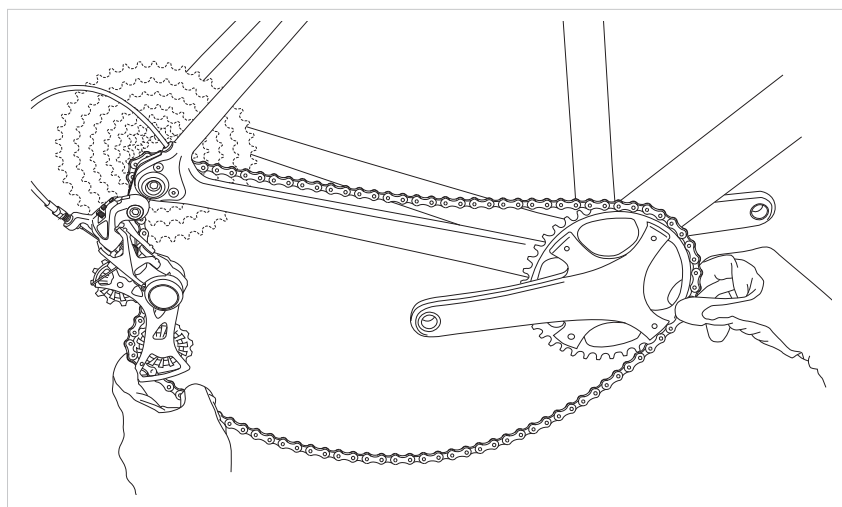

Fig.2
- Premete il bilanciere verso il basso per ridurre la tensione della catena e portatela verso l'esterno sfilandola dall'ingranaggio e dalla pedivella (Fig.2).